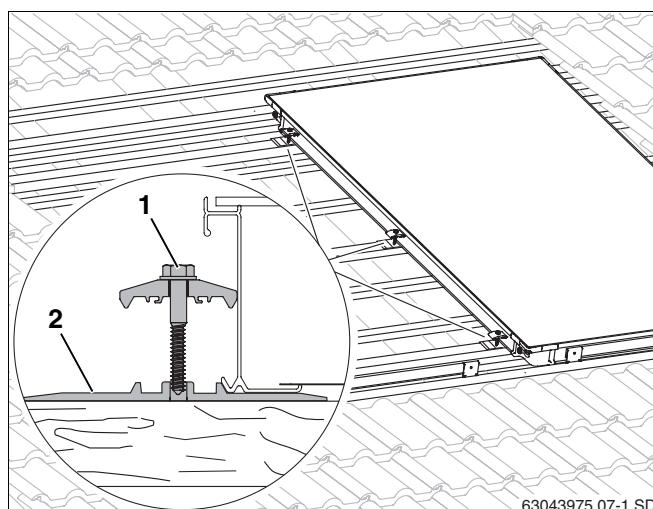

Fig. 26 Serre-flanc bilatéral sur le premier capteur
- Soulever le capteur légèrement et glisser le support (fig. 26, **pos. 2**) avec le serre-flanc bilatéral sur les 2ème et 3ème lattes supplémentaires ainsi qu'au milieu du capteur sur une latte existante sous le capteur de manière à ce que le rehaussement pousse contre le bord du capteur.
- Pour la vis (fig. 26, **pos. 1**) il faut prépercer avec une mèche de 4 mm. Pour le marquage, utiliser les entailles dans le support.